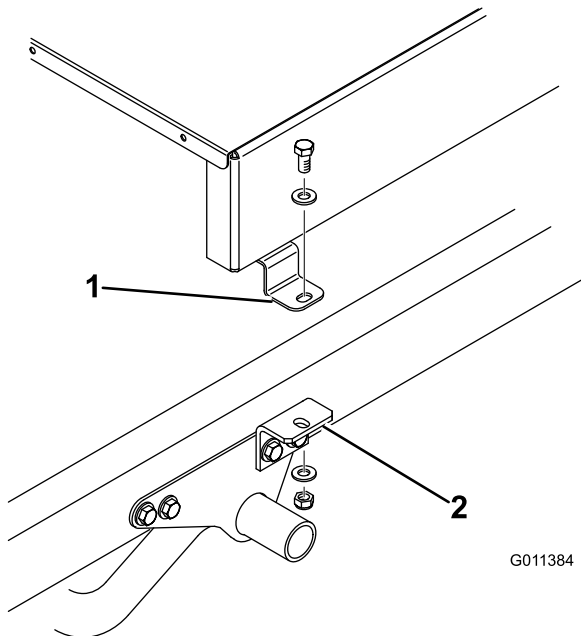
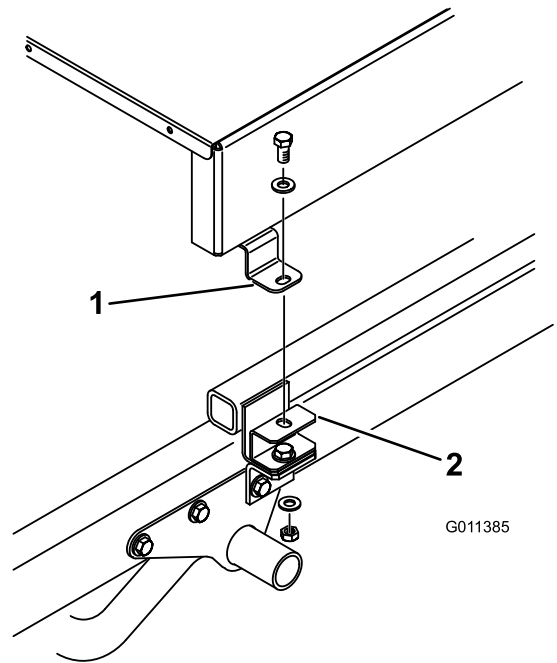

图 10
图 11
8. 用 $\frac{1}{2} \times 1$ 英寸平头螺丝、2 个扁平垫圈和锁紧螺母将各个附件支架的顶部图 10 或垫片安装架图 11 松松地固定到铺沙机两侧的安装凸耳上。拧紧所有紧固件。